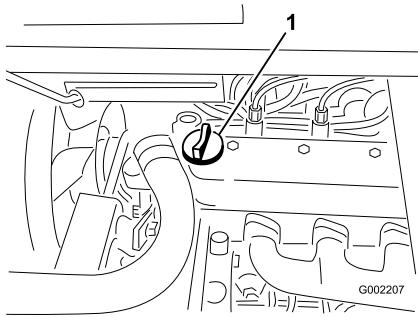

Figura 17
3. Se l'olio è insufficiente, togliete il tappo di rifornimento dal coprivalvola (Figura 17) e versate l'olio nel foro finché non raggiunge il segno di pieno (Full) sull'asta; il tipo di olio e la viscosità adatti sono riportati nella sezione Manutenzione dell'olio motore, Manutenzione del motore, pagina 36. Versate l'olio lentamente, controllando spesso il livello durante questa operazione. Non riempite troppo.